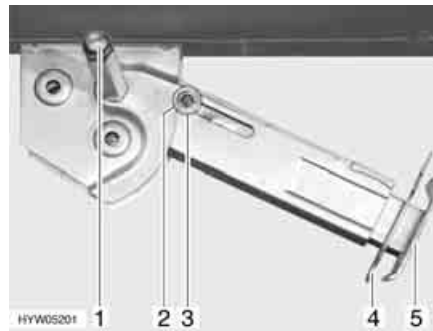

Fig. 30 Piedino di stazionamento
- Inserire la chiave a tubo nell'esagonale (Fig. 30,1) e ruotare fino a quando il piedino di stazionamento non si trova in posizione verticale verso il basso.
- Estrarre la copiglia (Fig. 30,4) dal prolungamento dell'estremità del piedino (Fig. 30,5).
- Inserire la chiave a tubo nell'esagonale (Fig. 30,1) e ruotare fino a quando il piedino di stazionamento non si stacca dal terreno.
- Spingere completamente all'interno il prolungamento dell'estremità del piedino (Fig. 30,5) e inserire la copiglia (Fig. 30,4) nel foro apposito.
- Ruotare la chiave a tubo nell'esagonale (Fig. 30,1), fino a quando il piedino di stazionamento non è sollevato verso l'alto e la guida (Fig. 30,3) è rientrata totalmente nell'intaglio (Fig. 30,2).